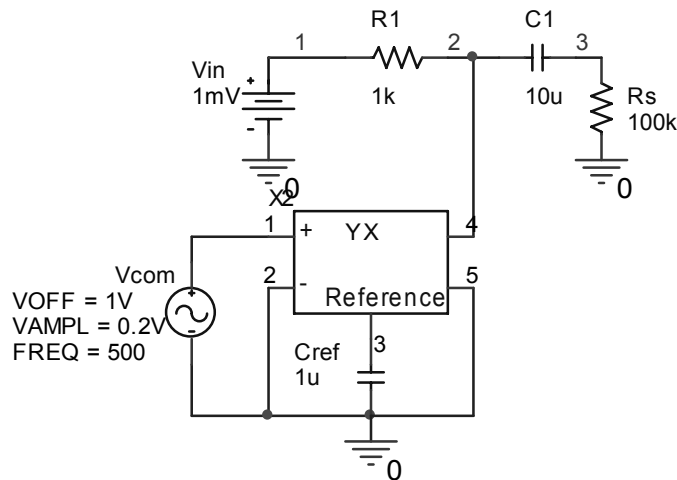

**Figura 6.8.** Schema de principiu a unui modulator cu condensator vibrant
Vom utiliza un modulator cu condensator vibrant, construit după schema din figura 6.8.
3. Desenați schema din figura 6.8, în care  $R_1 = 1 \text{ k}\Omega$ ,  $C_1 = 10 \text{ }\mu\text{F}$ ,  $R_s = 100 \text{ k}\Omega$ ,  $V_{in}$  sursă de tensiune continuă, iar  $C_{var}$  este admitanța comandată în tensiune YX. Condensatorul de referință are valoarea  $\mu\text{F}$ . Sursa de comandă este o sursă